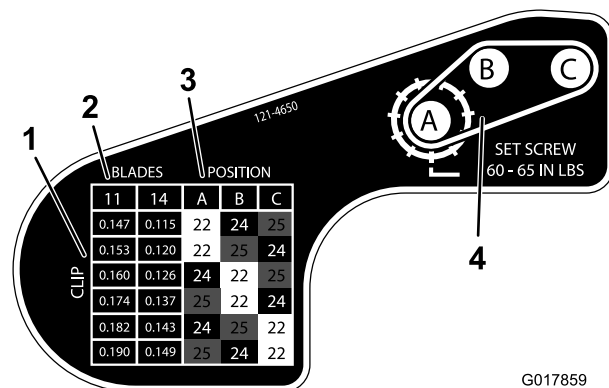

Bild 17
6. Lesen Sie die gewünschte Schnitthöhe und welche Riemenscheiben versetzt werden müssen in der Tabelle ab, die auf dem Aufkleber in Bild 17 dargestellt ist.
9. Setzen Sie jede Riemenscheibe in die neue Konfiguration, wie auf dem Aufkleber angegeben (Bild 17).